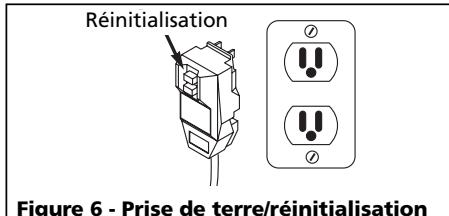

Figure 6 - Prise de terre/réinitialisation
- Branchez le cordon dans une prise mise à la terre de 120 V et appuyez sur le bouton de réinitialisation tel qu'illustré à la Figure 6.